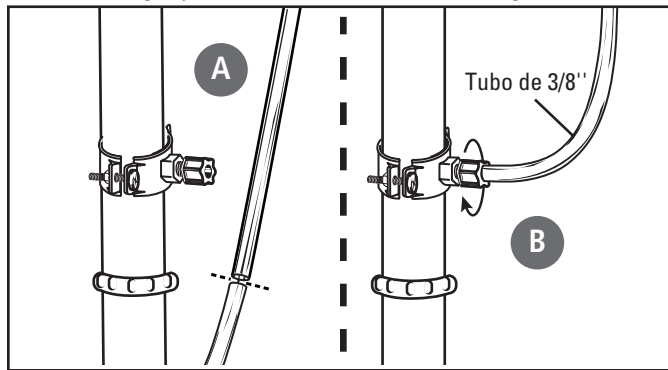

Figura 11
- Si el sistema se instalará debajo del fregadero de la cocina, ubíquelo en la pared trasera o derecha. Asegúrese de dejar un espacio amplio para la instalación (figura 11). Para cambiar los cartuchos de filtro, se necesita un mínimo de 1-1/2" de espacio libre debajo de las carcasas para filtro. También se necesita un espacio libre de al menos 2" desde el lado izquierdo de la unidad o 5" desde el orificio del tornillo del soporte de montaje izquierdo.